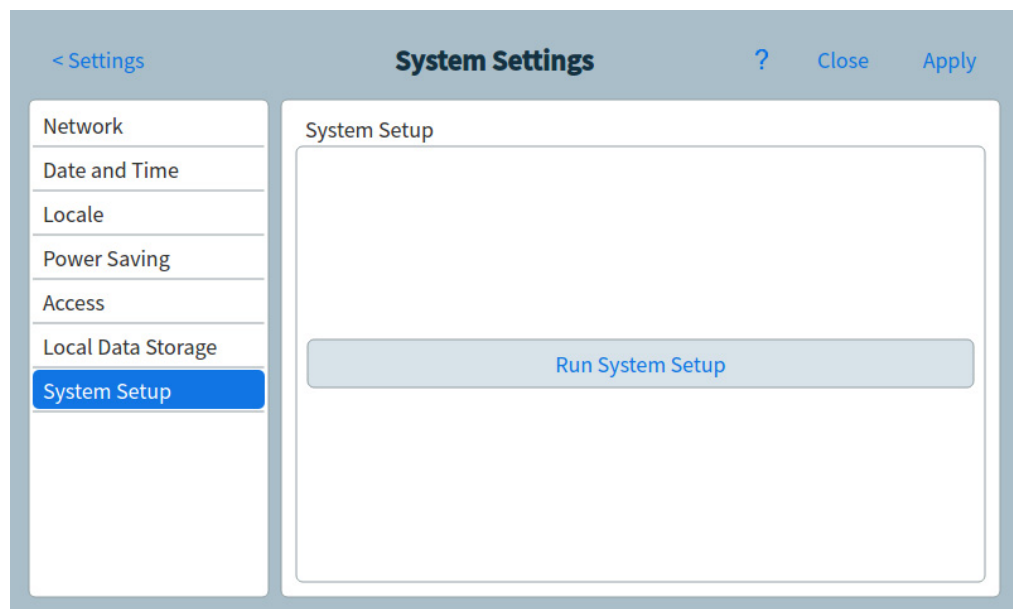

Figura 60. Pagina System Setup
- 1 Dalla pagina System Settings, selezionare il tasto di selezione della pagina **System Setup**. Si apre la pagina System Setup. Vedere Figura 60.